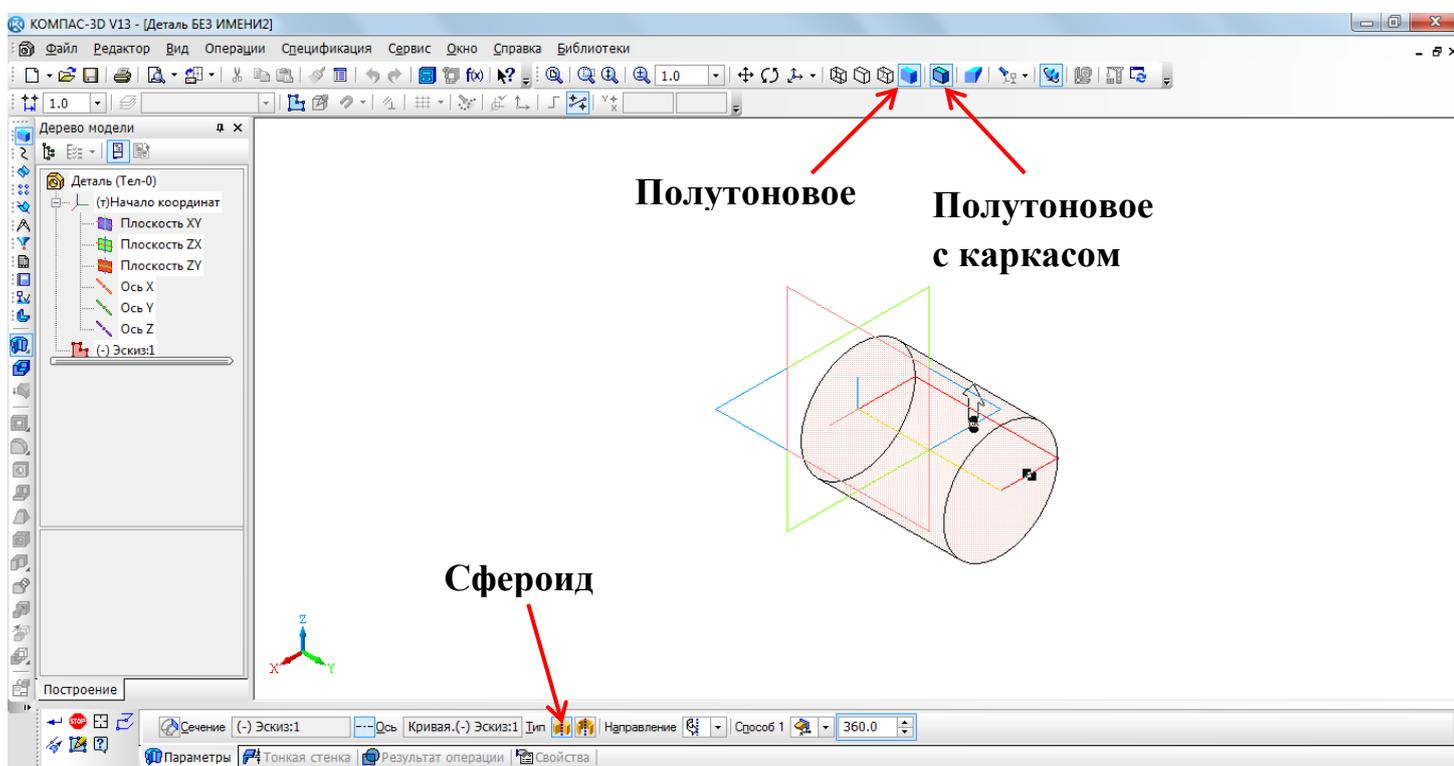

Рис. 2
- на панели Свойств на вкладке Параметры укажите способ построения  – Сфероид (*построение сплошного элемента*), направление вращения 360° (рис. 2);
- На Инструментальной панели Вид выберите команду Полутонное, Полутонное с каркасом (рис. 2).;